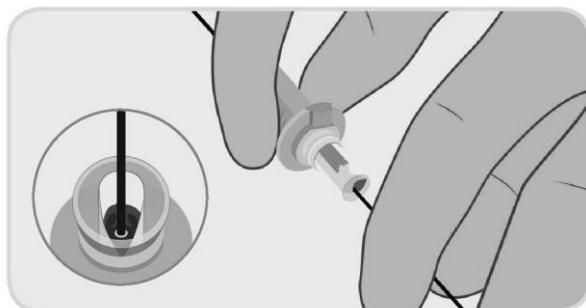

Figura 7. Carga del alambre guía en la cánula del dispositivo.
- a. Use solución salina no heparinizada para lubricar el alambre guía durante la inserción. Inserte el alambre guía en el implante dentro de la cánula de carga, figura 7. Siga insertando el alambre guía hasta que sobresalga por la parte trasera del mango del dispositivo de cierre PerQseal®. Sostenga la vaina introductora PerQseal® formando un ángulo bajo respecto al eje longitudinal de la arteria (p. ej., 20°) y mantenga la vaina introductora lo más recta posible, para evitar que se doble.
Nota 2: Durante la inserción, sujeté solamente la parte posterior de la cánula de carga como se indica en la figura 7.